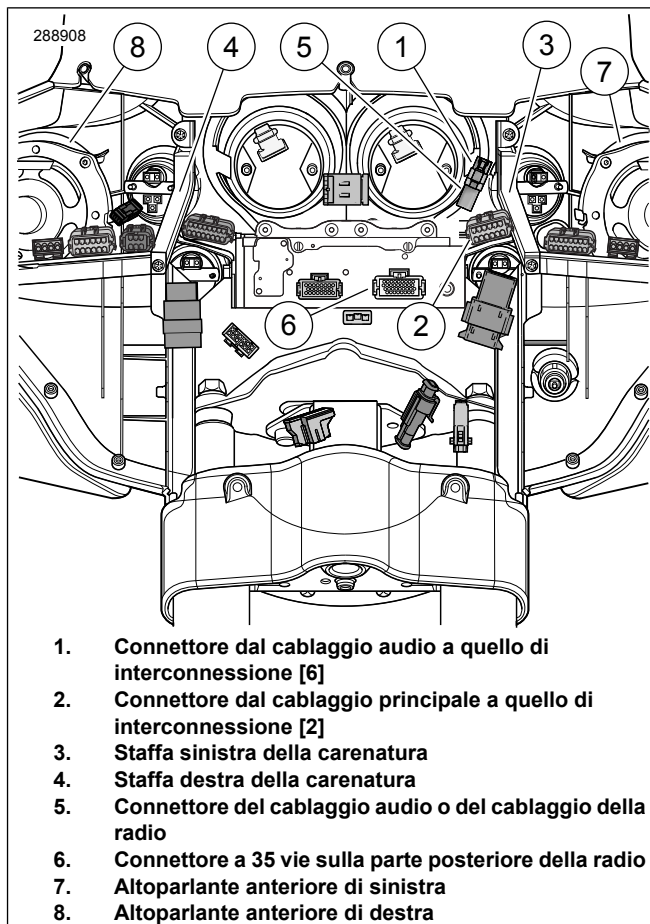
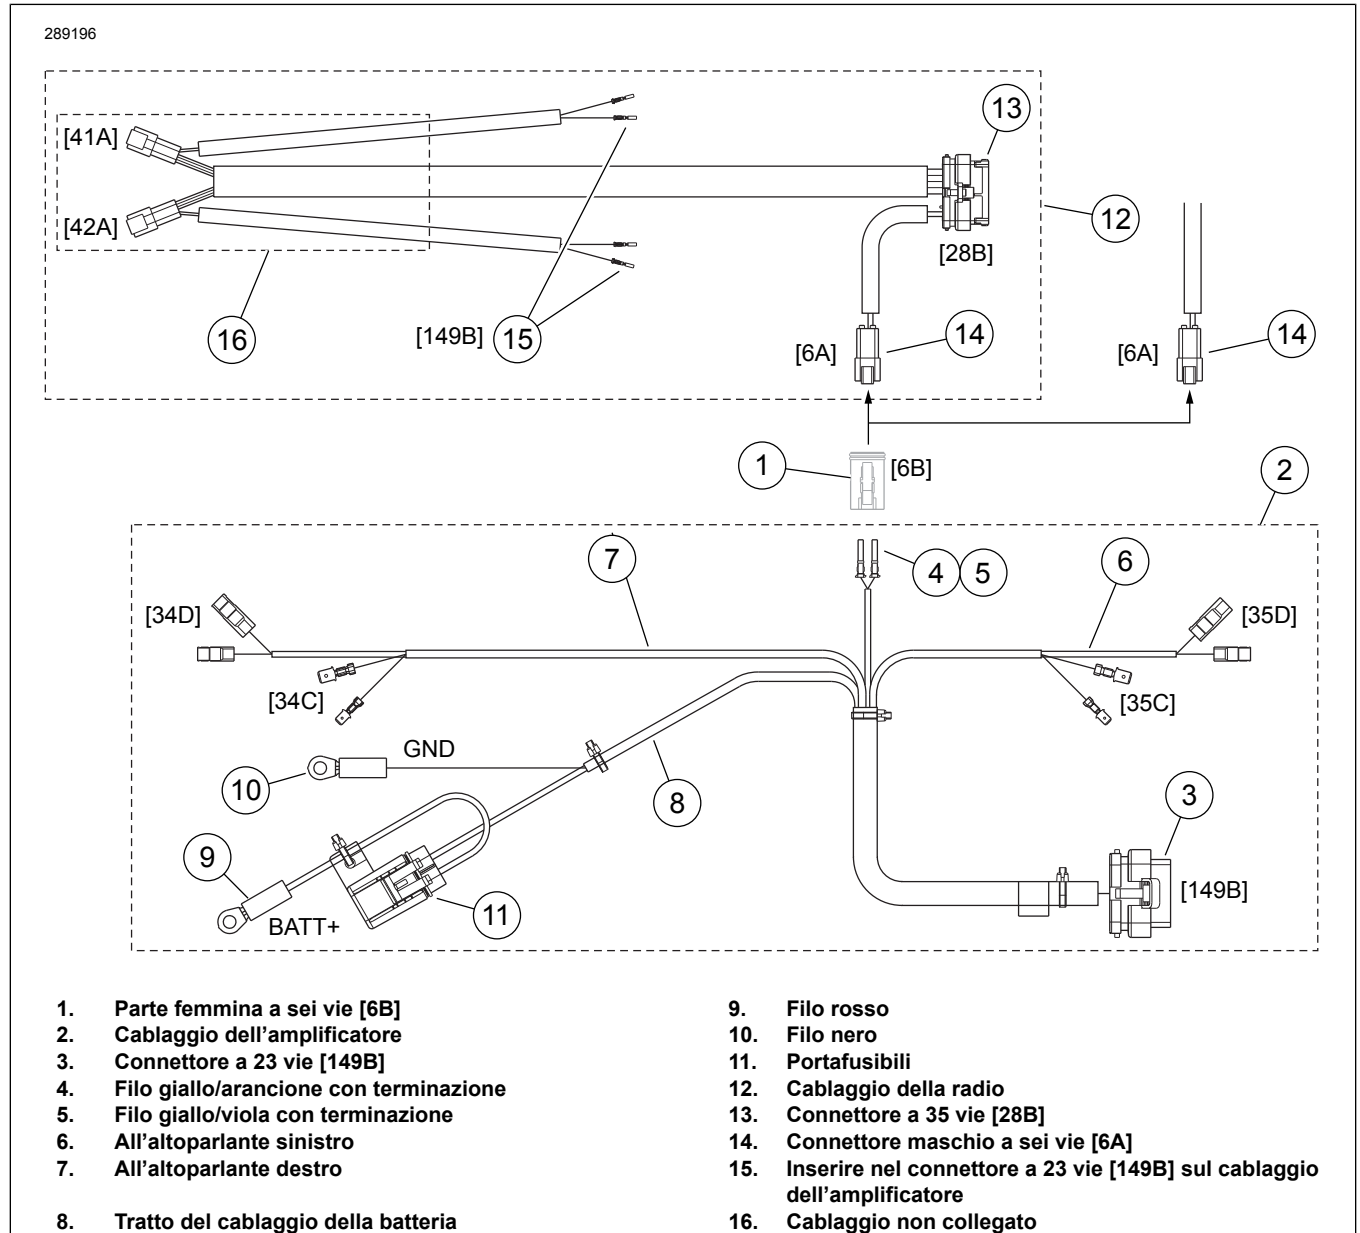

Figura 1. Connettori della carenatura interna (modelli FLHX, FLHT/C/U)
Figura 4. Diagramma di collegamento del cablaggio, amplificatore installato su carenatura
- Vedere Figura 1. Prima di spostare il connettore Molex grigio a 12 vie [2] (2) annotare la posizione del connettore nero Deutsch a sei vie dal cablaggio dell'audio al cablaggio di interconnessione [6] (1).
Se la parte femmina [6B] del connettore Deutsch nero a sei vie dall'impianto audio al cablaggio di interconnessione (Figura 1, elemento 1) sul veicolo è **collegata** a un cablaggio audio (5), scollegare le metà del connettore e procedere alla sezione **Disposizione e collegamento del cablaggio dell'amplificatore**.
1. Vedere Figura 4. Procurarsi il cablaggio dell'amplificatore (2) da **questo** kit.
2. Seguire le istruzioni del manuale di manutenzione per la rimozione delle spine dalle cavità 8, 15, 22 e 23 del connettore a 23 vie (3) sul cablaggio dell'amplificatore. Installare i fili con terminazione (15) provenienti dai due restanti connettori a sei vie sul cablaggio della radio sul connettore a 23 vie come segue:
3. Inserire il connettore a 35 vie (13) del cablaggio della radio (12) nella presa sul retro della radio (vedere Figura 1, elemento 6). Accertarsi che scatti al suo posto.
4. Disporre il ramo più breve del cablaggio della radio (con una parte maschio a sei vie e i fili giallo/arancione e giallo/viola) sull'area della parte femmina [6B] (1) ma **non** collegare ancora. Questa parte maschio (14) sarà ora il connettore [6A].
1. Rimuovere il cuneo secondario di blocco dal connettore femmina [6B] (Figura 4, elemento 1) sul veicolo, secondo le istruzioni del manuale di manutenzione. Estrarre le spine dalle cavità 4 e 5.
2. Vedere Figura 4. Seguire le istruzioni del manuale di manutenzione per installare il filo **giallo/arancione** con terminazione (4) dal cablaggio dell'amplificatore nella cavità 4 del connettore femmina [6B] (1), e il filo **giallo/viola** con terminazione (5) nella cavità 5.
4. Inserire il connettore femmina a sei vie [6B] nel connettore maschio [6A] (14) del cablaggio della radio (12) installato nella sezione precedente o nel cablaggio dell'impianto audio del veicolo.
5. Inserire il connettore femmina a 23 vie (3) nella presa a lato dell'amplificatore. Accertarsi che scatti al suo posto.
14. Vedere Figura 4. Usare una fascetta fermacavi del kit per raccogliere i fili non collegati (16) del cablaggio della radio. Come opzione, i fili marrone e bianco/marrone e il loro connettore [42A] possono fornire un segnale ad un ulteriore altoparlante sinistro. I fili verde e verde/marrone e il loro connettore [41A] possono fornire un segnale ad un ulteriore altoparlante destro.
16. Vedere Figura 4. Disporre il tratto restante (8) del cablaggio dell'amplificatore verso la parte posteriore del veicolo, verso la piastra di supporto del cablaggio. Aprire il coperchio del supporto del cablaggio. Disporre il cablaggio dell'amplificatore attraverso le aperture della piastra di supporto del cablaggio, utilizzando fascette fermacavi per legare il cablaggio principale.
- d. Vedere Figura 4. Disporre i fili di collegamento del portafusibili (11) e dell'amplificatore davanti alla batteria. *NOTA: Potrebbe essere utile tagliare la fascetta fermacavi sul braccio di scarico delle sollecitazioni del portafusibili, installando una nuova fascetta fermacavi per bloccare il braccio dopo aver installato in posizione il portafusibili.*